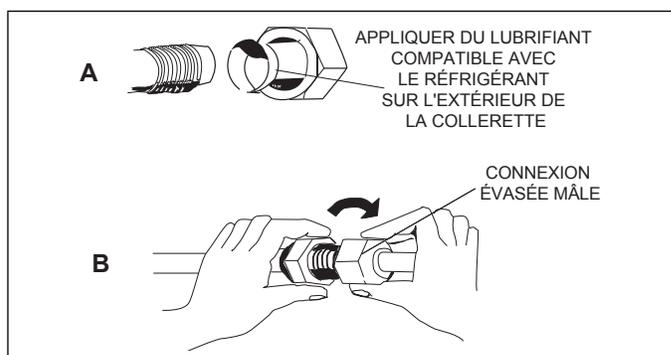

Figure 28. Réalisation des connexions mâles-femelles
- Aligner les conduites de réfrigérant évasées sur les connexions filetées. Commencer par serrer légèrement les écrous évasés pour assurer qu'ils s'engagent correctement comme illustré à la «Figure 28. Réalisation des connexions mâles-femelles».